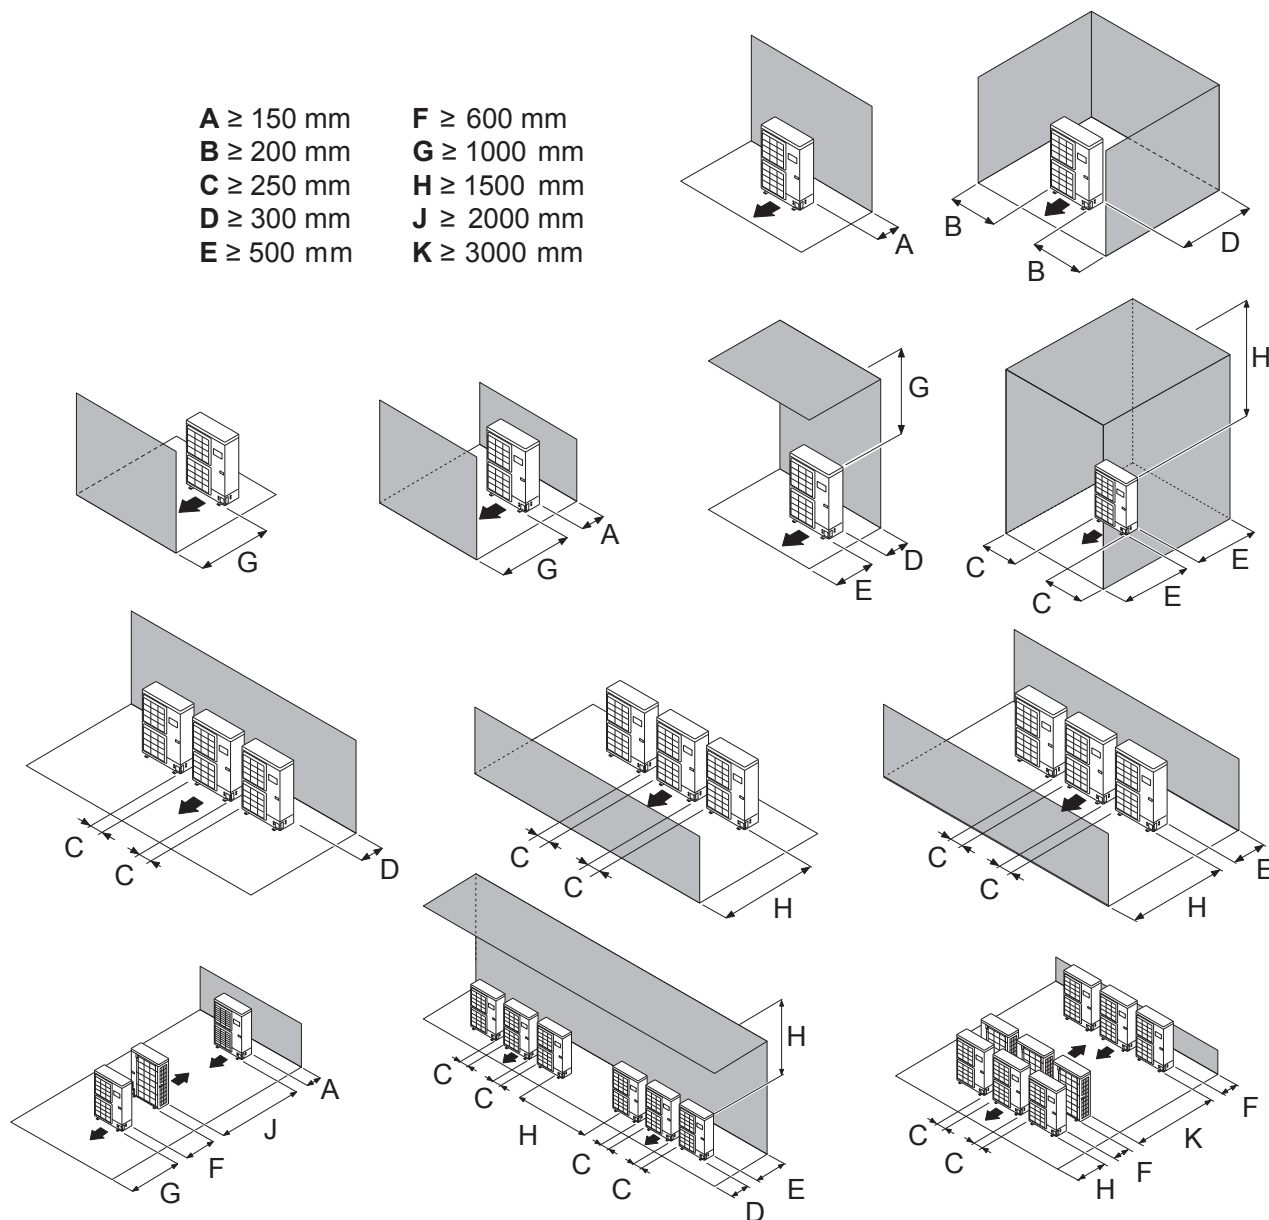

fig. 10 - Dégagements minimum d'installation autour de l'unité extérieure (tous modèles)
**L'unité extérieure doit exclusivement être installée à l'extérieur (dehors). Si un abri est requis, il doit comporter de larges ouvertures sur les 4 faces et respecter les dégagements d'installation (fig. 10).**
- Aucun obstacle ne doit entraver la circulation de l'air à travers l'évaporateur et en sortie du ventilateur (fig. 10).